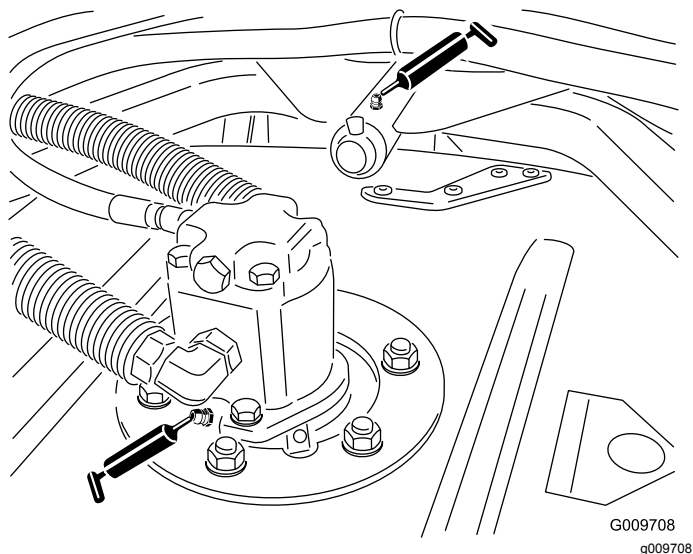

图37
- 滚刀组锭轴轴承每个剪草机刀盘 2 个如图37 所示
- 滚刀组承载臂轴套每个剪草机刀盘 1 个如图37 所示